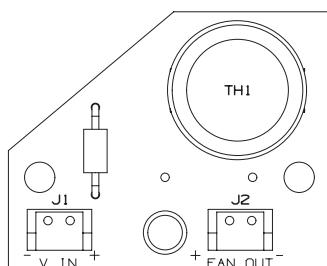

Fig. 12
5. Der zweipolige Kabelstecker des Lüfters wird mit der zugehörigen Klemme FAN OUT (J2) des Lüfterschaltkreises verbunden (Fig. 12).